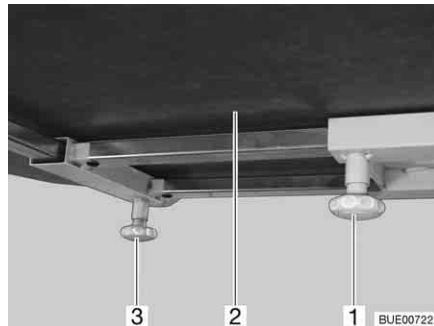

Fig. 86 Tavolo fisso
- Svitare la vite a testa cilindrica zigrinata (Fig. 86,1).
- Spingere il piano del tavolo (Fig. 86,2) nella posizione desiderata.
- Svitare la vite a testa cilindrica zigrinata (Fig. 86,3).